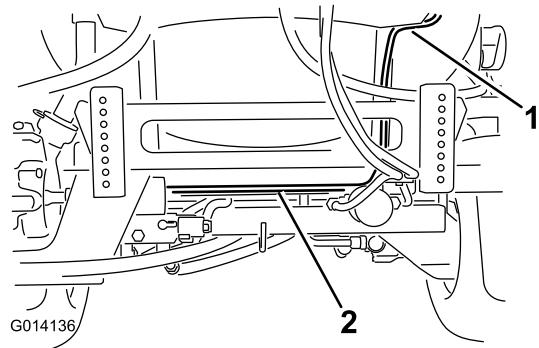

Рисунок 14
1. Найдите жгут электропроводки, идущий от блока управления шлангового барабана. Протяните длинный конец жгута с круглыми клеммами и разъемом предохранителя вдоль задней части рамы бака на полозьях и рамы машины позади кронштейна привода стрелы (Рисунок 14). Прикрепите жгут к раме пластиковыми хомутами.